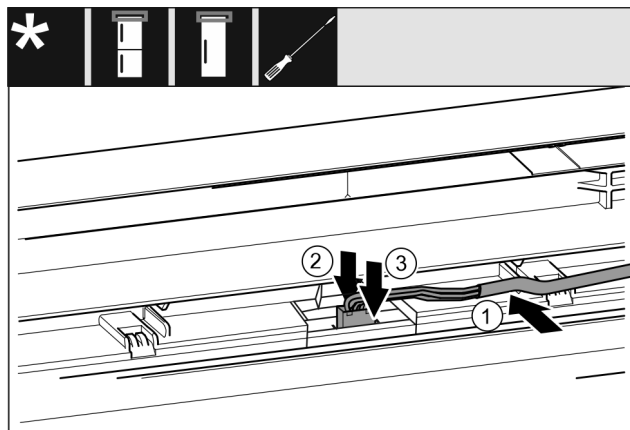

Fig. 61 制冷/冷冻组合/冰柜/冰箱*
- ▶ 将电缆 Fig. 61 (1)置入上方冰箱门的导向装置。*
- ▶ 将止动凸缘 Fig. 61 (2)向后按住。*
- ▶ 插入插头 Fig. 61 (3)。*